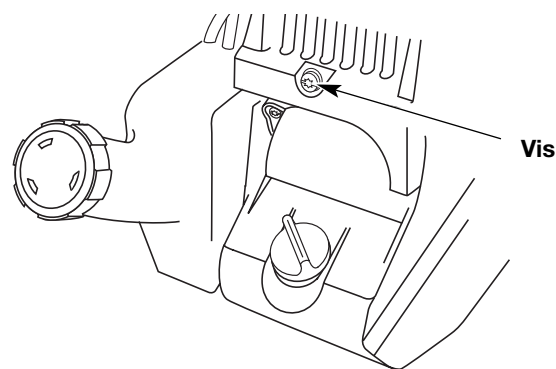

Fig. 24
2. Enlevez la vis derrière le couvercle du moteur (Fig. 24).